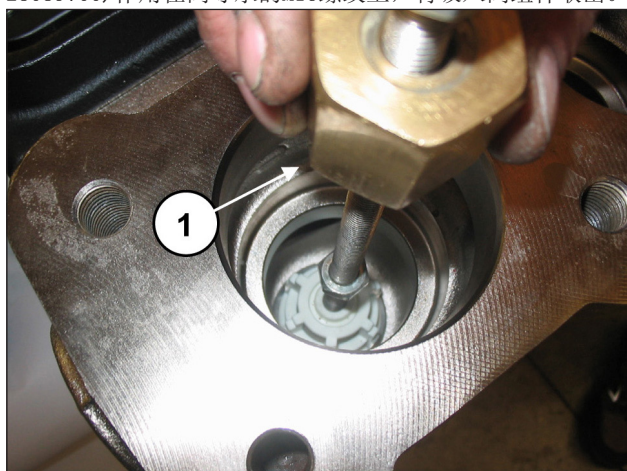

图 94
可将锤头式提取器(代码为 27516400)作用在阀导承的M10孔上(位置①, 图 94), 或用M10-M16适配器(代码25089700)作用在阀导承的M16螺纹上, 将吸入阀组件取出。